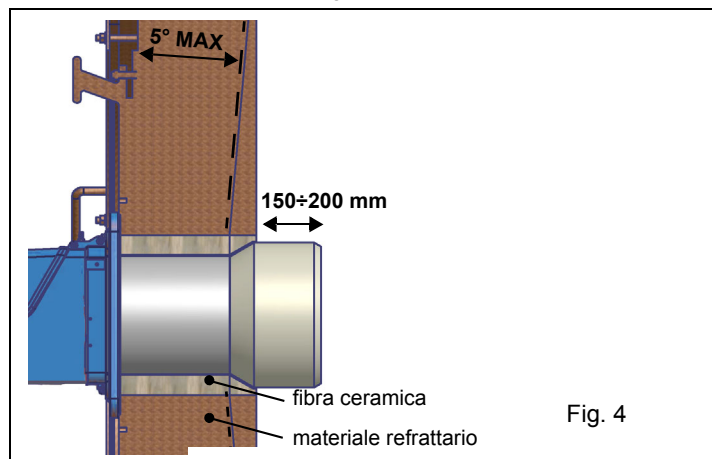
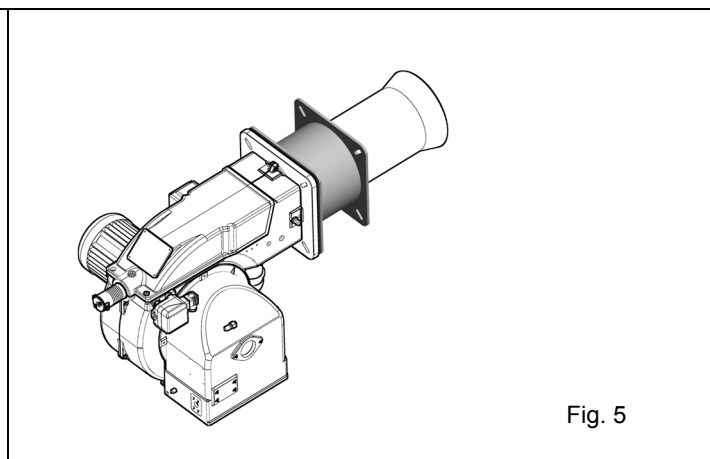
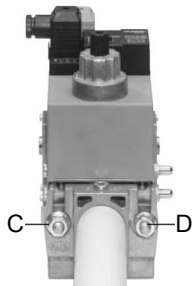

Fig. 4
Fig. 5
Fig. 7
I bruciatori descritti in questo manuale sono stati provati in camere di combustione rispondenti alla norma EN676, le cui dimensioni sono descritte nel diagramma. Nel caso in cui il bruciatore debba essere abbinato a caldaie con camera di combustione di diametro inferiore o di minore lunghezza di quelle descritte nel diagramma, contattare il Costruttore per verificare che esso si adatti all'applicazione per cui è previsto. Per abbinare correttamente il bruciatore alla caldaia, verificare la tipologia di boccaglio. Verificare inoltre che la potenza richiesta e la pressione in camera di combustione rientrino nel campo di lavoro. In caso contrario dovrà essere rivista la scelta del bruciatore, consultando il Costruttore. Per la scelta della lunghezza del boccaglio applicare la regola seguente, anche in difformità alle indicazioni del costruttore della caldaia: Caldaie a tre giri di fumo (con il primo giro fumi nella parte posteriore): il boccaglio deve entrare in camera di combustione per circa 150÷200 mm (Fig. 4). La lunghezza dei boccagli non sempre soddisfa questo requisito, pertanto potrebbe essere necessario utilizzare un distanziale di misura adeguata, che serve a far arretrare il bruciatore in modo da soddisfare le misure di cui sopra (Fig. 5).
3. stringere le viti A, B, C e D (Fig. 4 - Fig. 5), rispettando le posizioni di montaggio (Fig. 7);